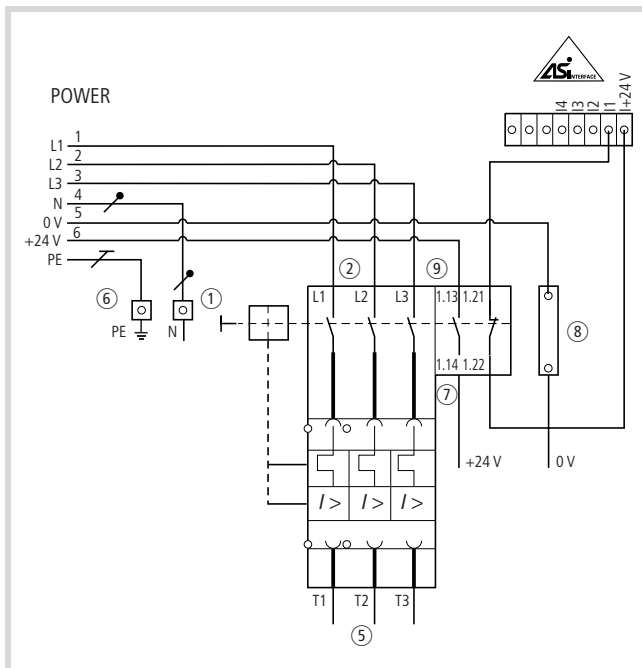

Abbildung 38: Verdrahtung Disconnect Control Unit
- Führen Sie die Rundleitung $7 \times 2,5$ oder $7 \times 4 \text{ mm}^2$ (T1, T2, T3, N, PE, 24 V, 0 V) zum Energiebus ein, konfektionieren Sie diese vor und schließen Sie sie entsprechend Abbildung 38 an.
- Führen Sie die Rundleitung(en) $5 \times 2,5/4/6 \text{ mm}^2$ (L1, L2, L3, N, PE) sowie $2 \times 2,5/4/6 \text{ mm}^2$ (24 V, 0 V) oder alternativ $7 \times 2,5/4 \text{ mm}^2$ (L1, L2, L3, N, PE, 24 V, 0 V) zum Energiebus ein, konfektionieren Sie diese vor und schließen Sie sie entsprechend Abbildung 38 an.